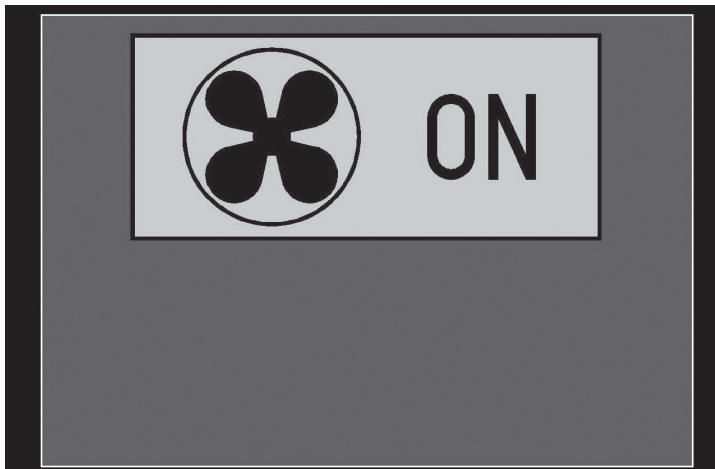

Figura 28
- Fan On (Ventilador encendido): El ventilador principal está encendido y el aire calentado fluye hacia la salida de aire. Consulte la Figura 28.